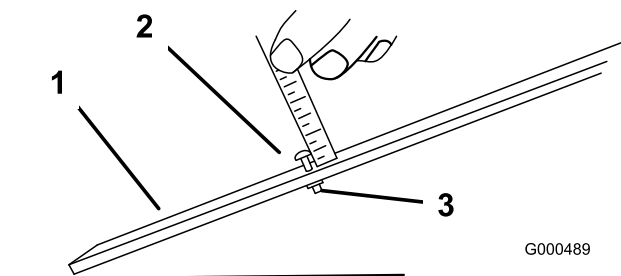

図 54
2. ゲージバー（図 54）のナットをゆるめ、調整ネジを希望の刈り高に合わせる。ネジ頭の下からバーの表面までの距離が刈り高となる。